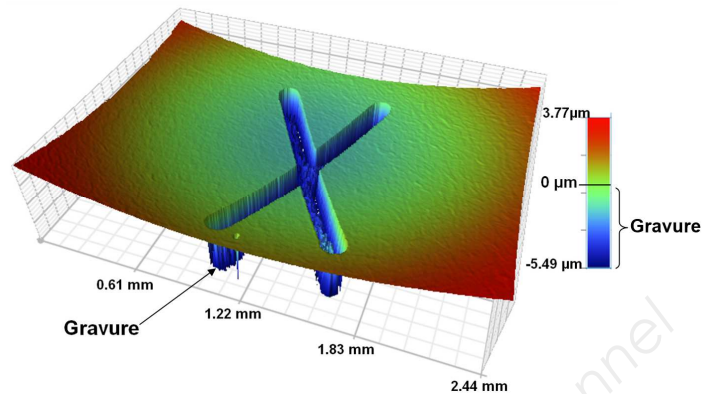

Figure 5 : profil mesuré
- les profils 3D de gravure (largeur et profondeur) du verre (voir figure 5) et